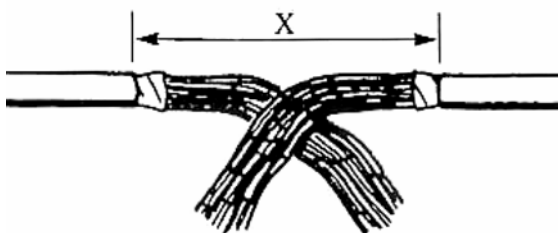

Рис. 9.3. Рабочая зона между срезами оболочек.
9.1.6. Установить рабочую зону (X) между срезами оболочек в соответствии с таблицами 9.1; 9.2. и рис. 9.3. Зафиксировать концы кабелей на консолях.